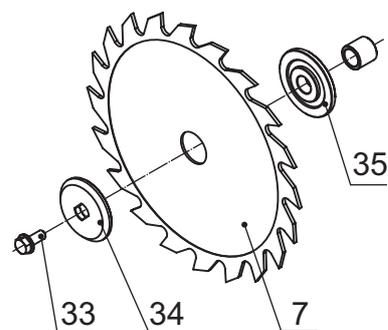

Рис. 8. Крепление пильного диска.
- Ослабьте болт крепления пильного диска 33 (рис. 8), поворачивая накидной гаечный ключ 32 в направлении по часовой стрелке (левая резьба), удерживая шестигранный ключ 31.